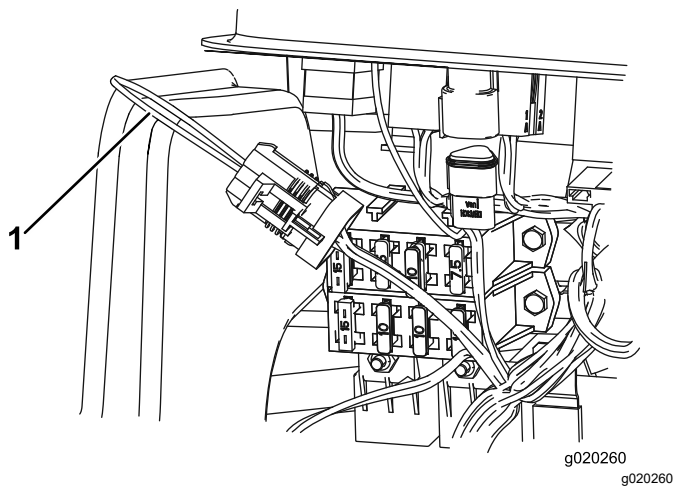

図 37
- ワイヤハーネスと、ループバックコネクタを探し出す **図 37**。